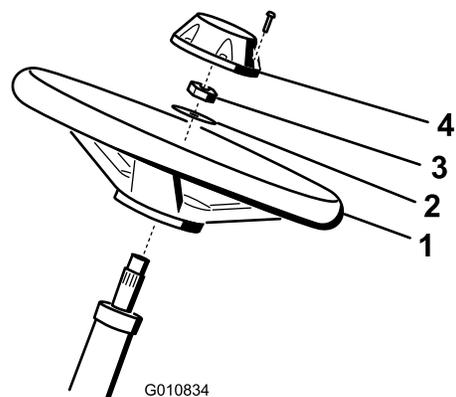

図 4
1. ハンドルをステアリング シャフトにはめ込む (図 4)。
2. ワッシャをステアリング・シャフトにはめ込む (図 4)。
3. ジャムナットでハンドルを固定し、2.8~3.6 kg.mにトルク締めする (図 4)。
4. キャップを取り付け、ねじで固定する (図 4)。